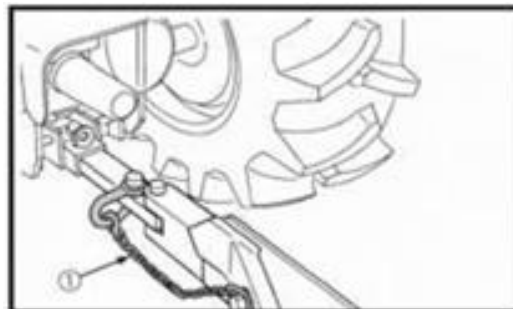

Abb. 131 – SICHERUNGSKETTE
- Befestigen Sie die Kette mit den entsprechenden Adapterteilen an der Deichselaufnahme des Traktors. Lassen Sie in der Kette nur so viel Spiel, dass der Traktor abbiegen kann (Abb. 131).